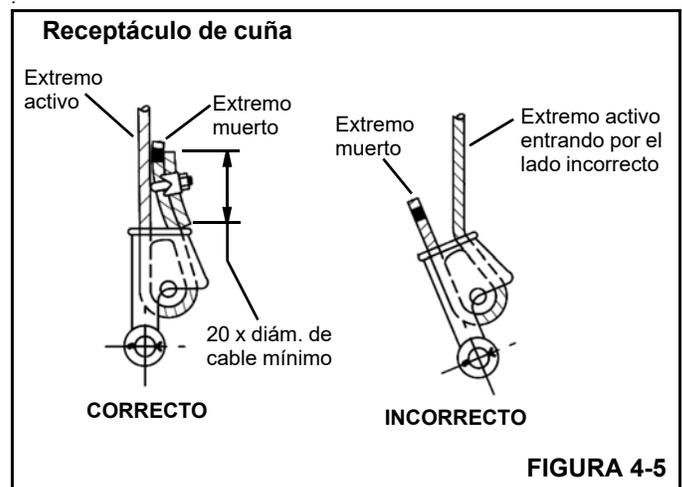

FIGURA 4-5
3. Verifique que el extremo activo (Figura 4-5) del cable quede directamente en línea con las orejetas del receptáculo y con el sentido de la tracción que se aplicará al cable. Si el cable se instala de modo incorrecto en el receptáculo, se producirá un dobléz en el punto que el cable sale del receptáculo, y el borde del receptáculo desgastará el cable, causándole daños y la falla eventual del mismo.
4. Inserte el extremo del cable en el receptáculo, forme un lazo con el cable y devuelva el cable a través del receptáculo, permitiendo que el extremo muerto (Figura 4-5) sobresalga del receptáculo. Verifique que el extremo muerto del cable tenga un largo suficiente para aplicarle un dispositivo de terminación al extremo después de haber asentado la cuña.